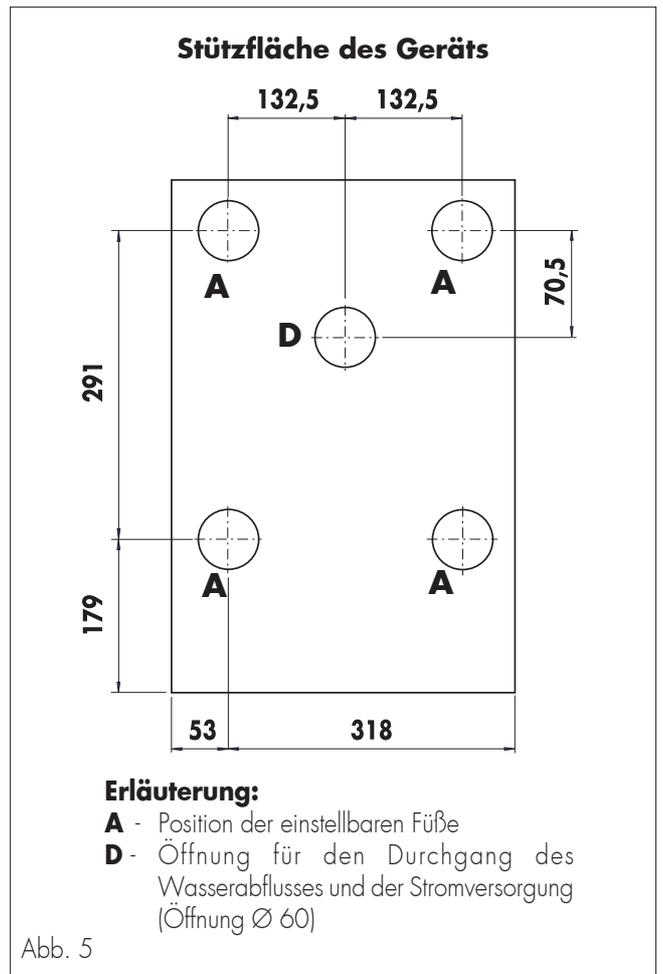

Abb. 5
- Eine Öffnung in die Wärmeplatte bohren (Bez. D, siehe Hinweis, Abb. 5) wie in der Anleitung angegeben.
- Auf der Stützfläche das Loch (Bez. D, Abb. 5) anbringen;
Um die Anschlußvorgänge zu erleichtern, muß der Durchmesser der auf der Fläche anzubringenden Bohrungen höher als jener der in der Erläuterung der Abb. 5 angegebenen Rohre und Kabel sein.